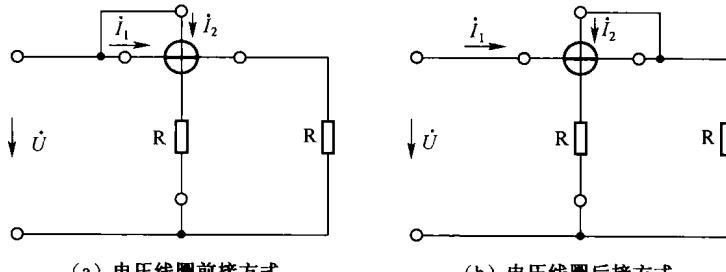

图 1-11 功率表的两种接线方式
① 功率表的接线有两种方式可供选择：电压线圈前接方式和电压线圈后接方式，如图 1-11 所示。当负载电阻较大（电流较小）时，应选用电压线圈前接方式；当负载电阻较小（电流较大）时，应选用电压线圈后接方式。